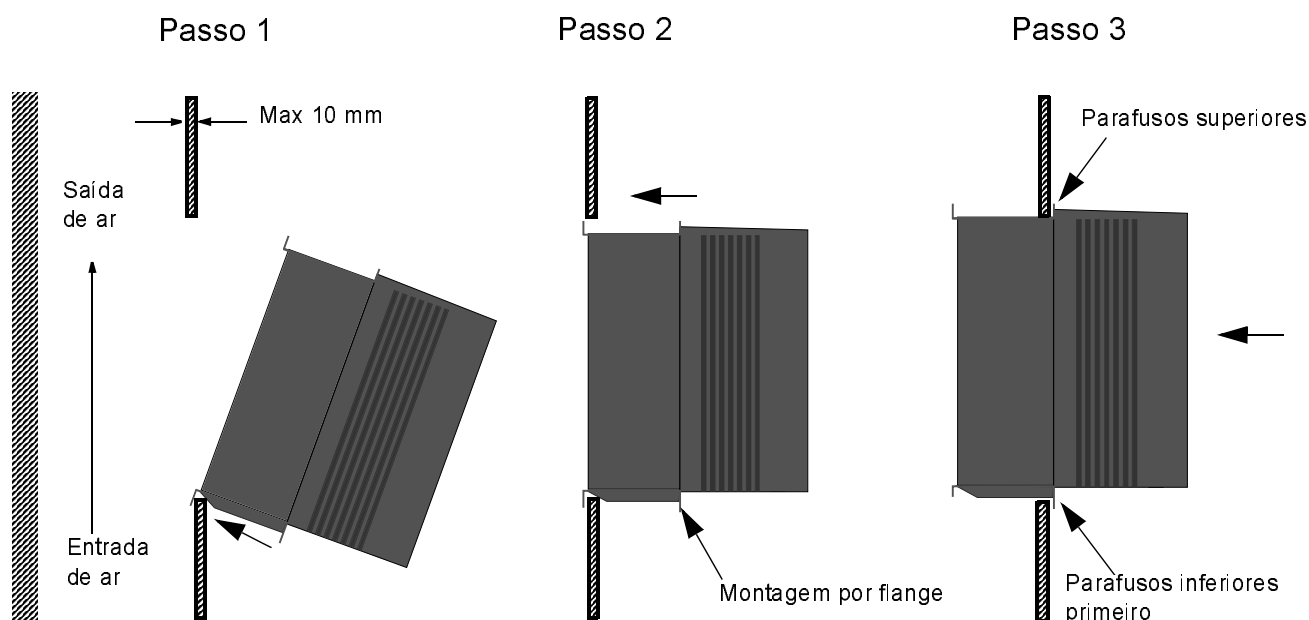

Figura 2-2 Procedimento de instalação do ACx 601 numa conduta de refrigeração.
6. Siga o procedimento de instalação da Figura 2-2.